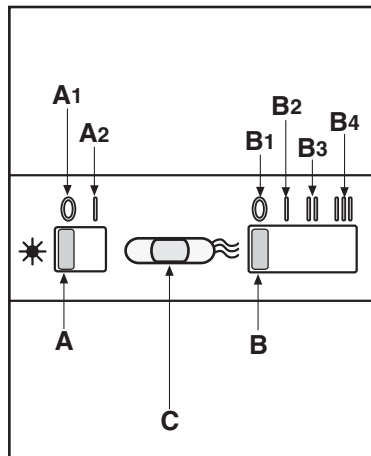

Fig.7
• Betjening-senhed taster (Fig.7) slider symbolbetydningen er som følger: